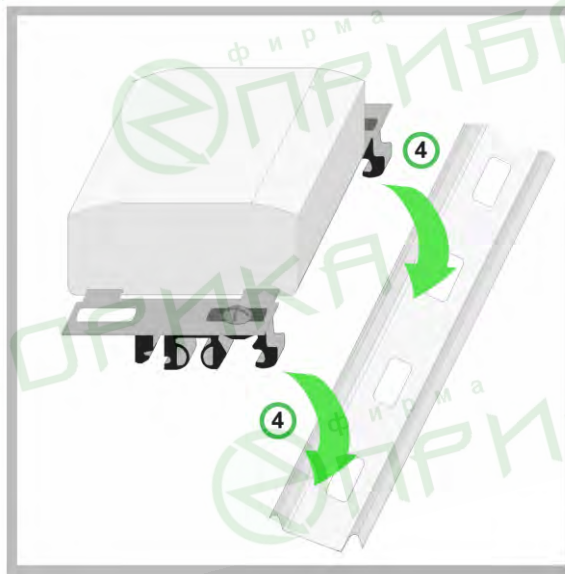

Рис. 3.9 Установка устройства на DIN-рейку с использованием комплекта крепежа iRZ
5. Установите устройство на DIN-рейку (см. рис. 3.9).